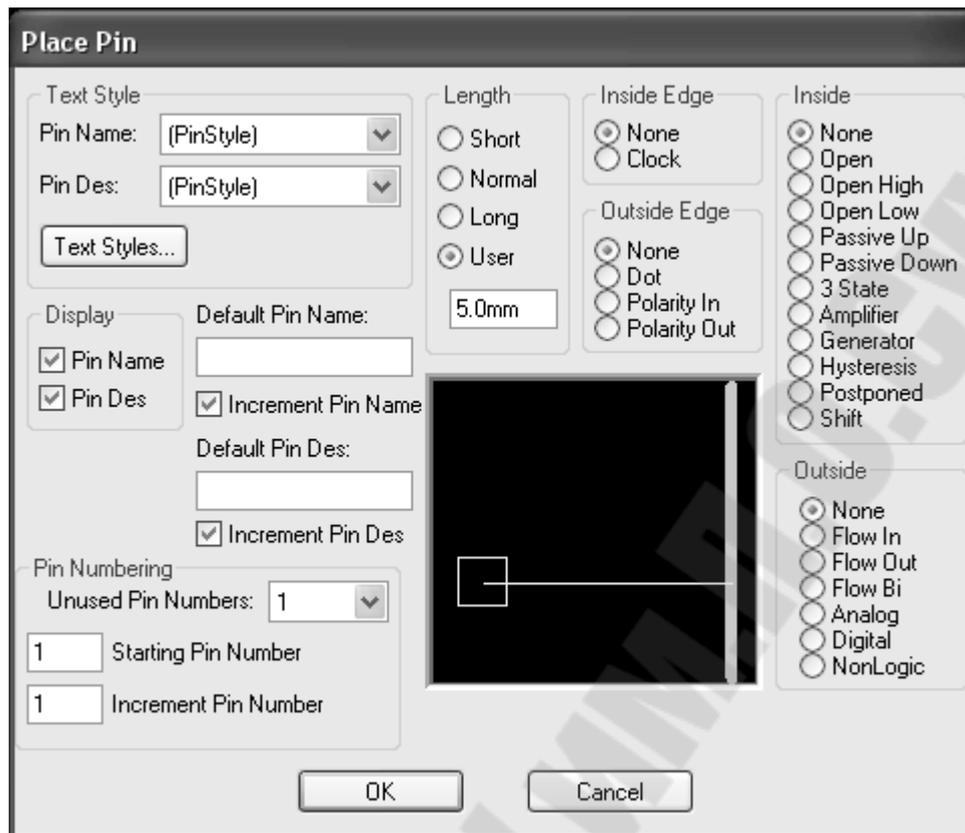

Рис.1.4. Параметры размещаемого вывода
**Place Pin** - размещает вывод компонента (рис.1.4.).